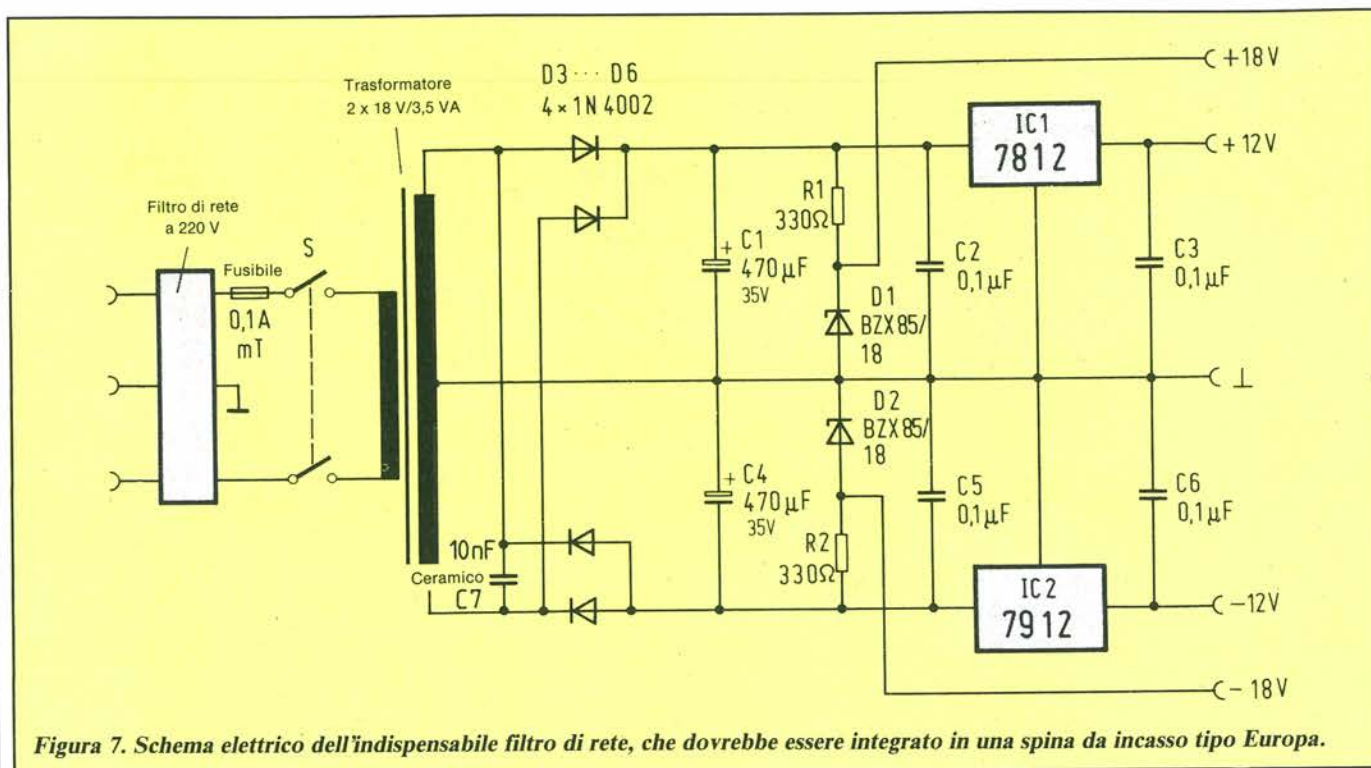

Figura 7. Schema elettrico dell'indispensabile filtro di rete, che dovrebbe essere integrato in una spina da incasso tipo Europa.
santi saldati da 1 nF: si ottiene in tal modo il bloccaggio dell'alta frequenza. La presa DIN con bloccaggio a baionetta è applicata all'astuccio schermante. I collegamenti di questa presa sono illustrati in Figura 7. I fori di fissaggio verranno praticati attraverso il pannello anteriore del mobiletto che contiene l'intero dispositivo. Dopo il montaggio, applicare il coperchio dell'astuccio schermante per l'amplificatore stabilizzato a chopper. Proseguire poi con la basetta di regolazione, montata sul circuito stampato principale, a destra, accanto all'alimentatore.
V). La tensione alternata di  $2 \times 18$  V necessaria allo scopo viene fornita da un trasformatore da 3,5 VA montato sul circuito stampato. Le due tensioni alternate vengono rettificate ( $4 \times 1N4002$ ) e filtrate. Il condensatore elettrolitico di filtro, da 470  $\mu F$ , è addirittura sovradimensionato per la bassa corrente assorbita dai componenti. Dalla tensione d'uscita (circa  $2 \times 25$  V) vengono ricavate tutte le tensioni necessarie, mediante diodi zener e regolatori di tensione integrati (IC7 ed IC8), secondo lo schema di Figura 7. I  $\pm 6,8$  V per l'amplificatore d'ingresso vengono prodotti, su questo stesso modulo, a partire dalle tensioni di  $\pm 12$  V.